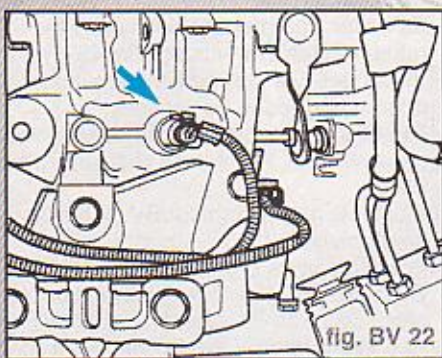

fig. BV 22
- Débrancher la fiche des feux de recul (flèche) (fig. BV 22).